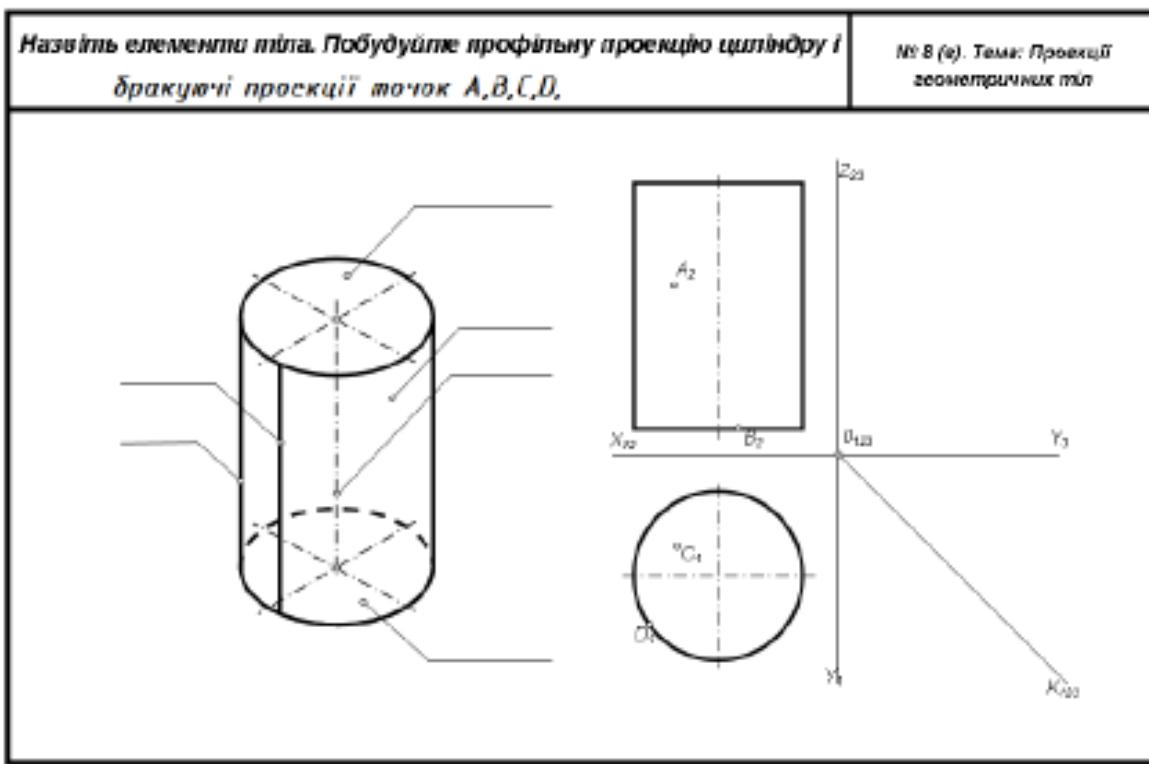

Рис. 13 – завдання № 5 в.
8. У завданні № 5 в (рис. 13)- треба побудувати профільну проекцію прямого кругового циліндра. Вісь циліндра перпендикулярна до горизонтальної площини (Π_1) . На горизонтальну площину проекції циліндр проектується у вигляді кола, на фронтальну та на профільну площини проекцій $(\Pi_2$ та $\Pi_3)$ — у вигляді прямокутників, висота яких дорівнює висоті циліндра, ширина — діаметру основи.